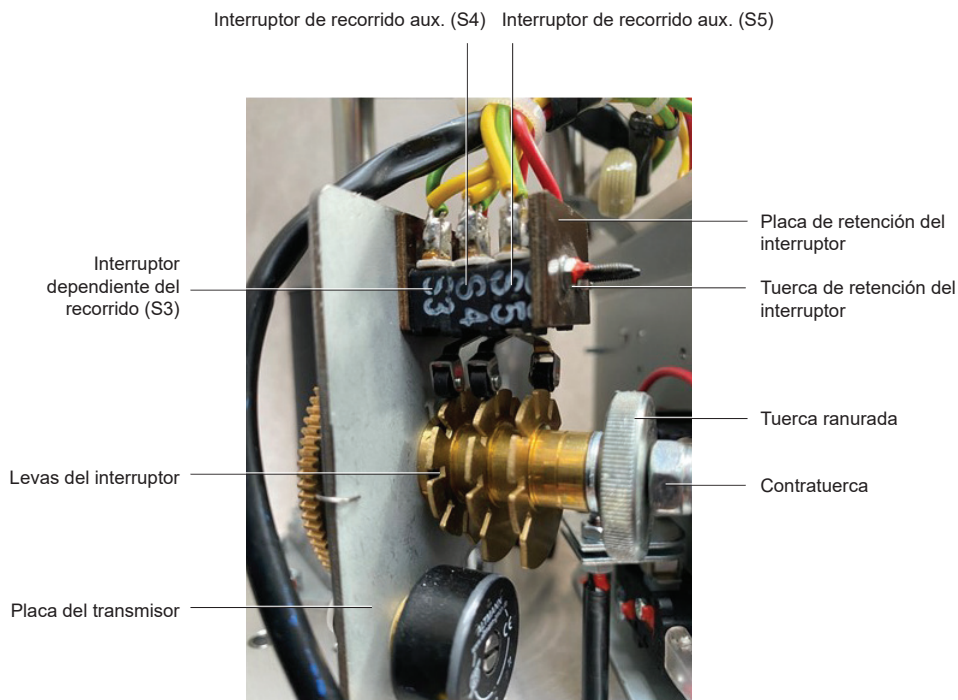

Fig. 9 Disposición del interruptor de recorrido auxiliar (WE) (8 kN+)
- Consulte la Fig. 9 para obtener información sobre el producto